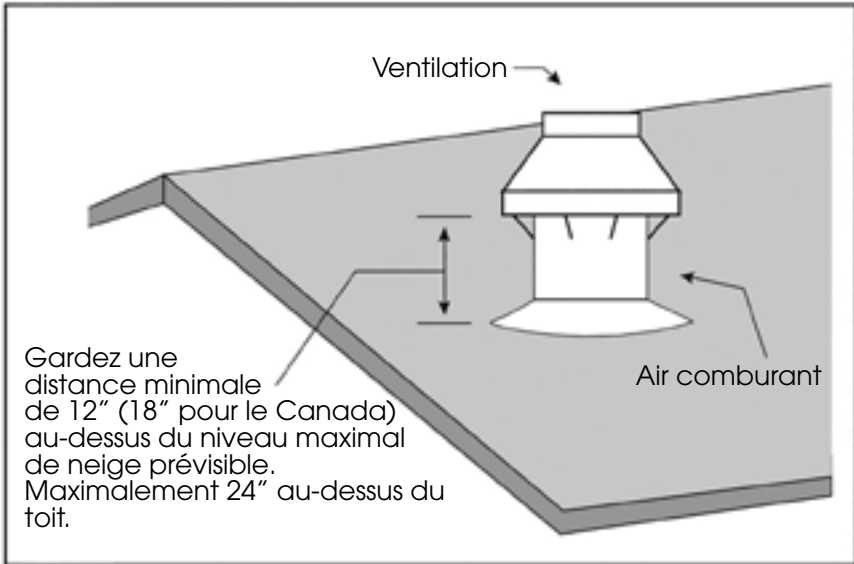

Figure 2: Installation de toit typique (terminaison)
- La hauteur de la terminaison doit être au-dessus de la surface du toit ou du niveau de neige prévisible (minimum 12 "aux Etats-Unis ou minimum 18" au Canada), comme illustré dans les figures 2 et 3.